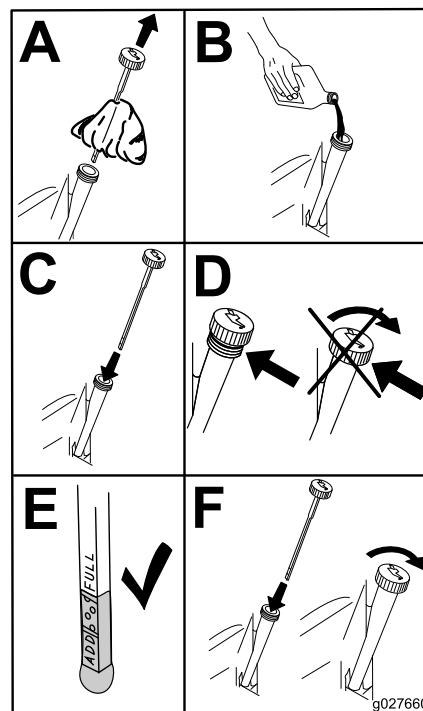

Figura 44
6. Deite cerca de 80% do óleo especificado no tubo de enchimento e adicione lentamente o óleo adicional até chegar à marca Cheio (Figura 44).